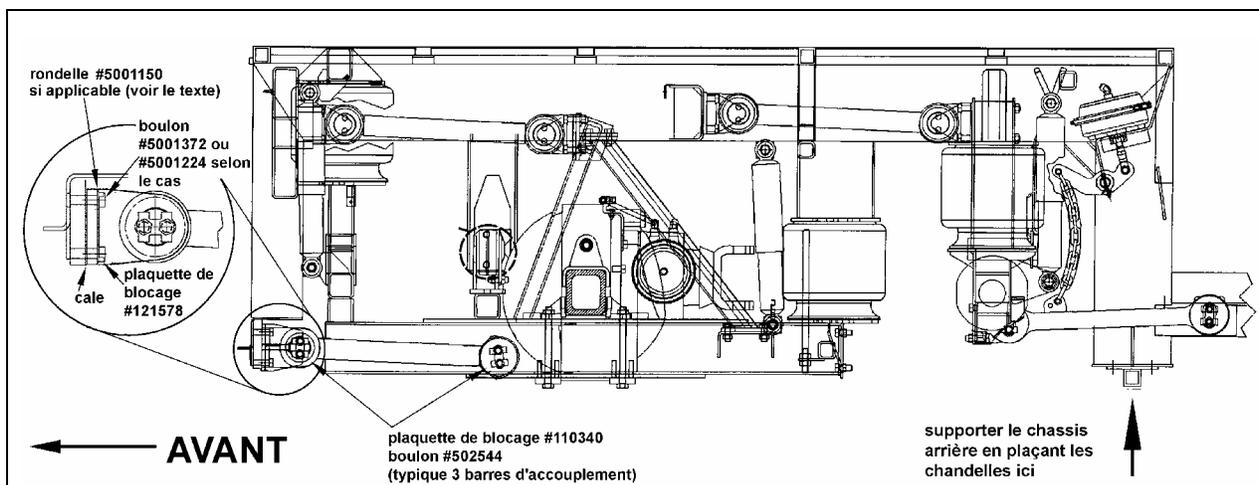

FIGURE 6 : SUSPENSION ARRIERE
2. À l'aide de 2 chandelles placées de chaque coté du véhicule, supporter le châssis arrière. Voir la figure 6 pour le bon emplacement des chandelles.
10. Réinstaller les supports (figure 6). Ne pas oublier de remettre les cales au bon endroit.